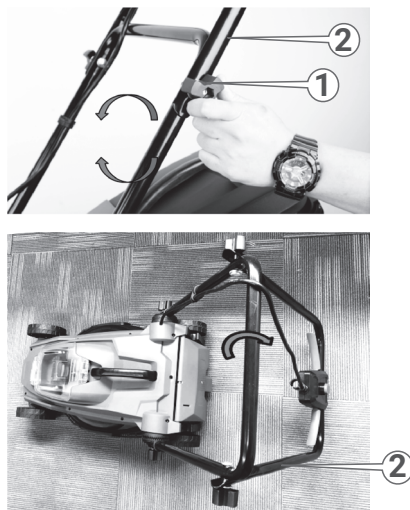

Рисунок 15. Схема складання руків'я.
3. Скласти руків'я, для чого ослабити фіксатор руків'я (1, рис. 15) з обох боків виробу, повернувши його проти руху годинникової стрілки, після чого міцно взяти за верхнє руків'я (2, рис. 15) і повільно опустити його вниз. Після того як верхнє руків'я опущене – затягнути фіксатори.